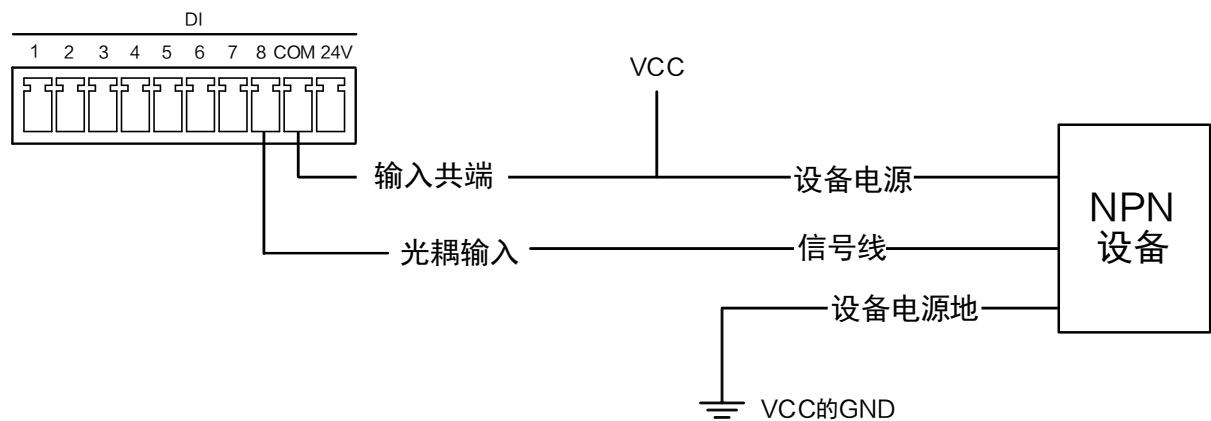

图4-4 光耦输入接 NPN 型外部设备（不使用上拉电阻）
- NPN 设备的 VCC 为 12 V 或 24 V，不使用外接电阻，接线如图 4-4 所示。